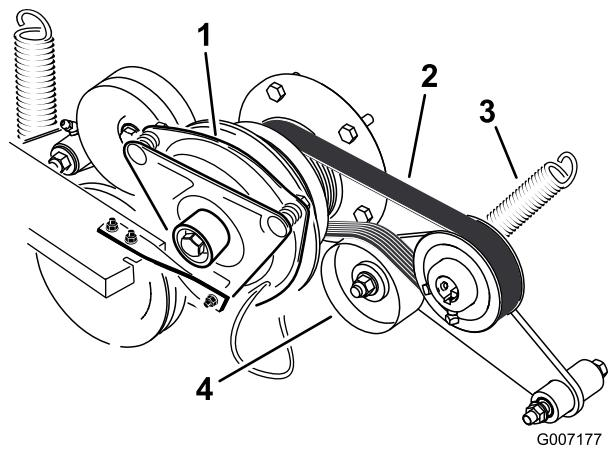

Bild 71
3. Entfernen Sie die Feder vom Spannarm (Bild 71).
4. Legen Sie einen neuen Riemen um die Motor- und Hydraulikpumpscheiben (Bild 71).
6. Haken Sie die Feder wieder in den Spannarm ein (Bild 71).